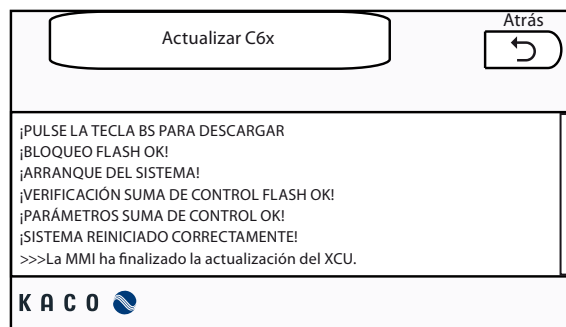

Figura 64: Pantalla de actualización de C6x (finalizada)
- » Si el archivo se transfiere correctamente, se mostrará el mensaje "La MMI ha finalizado la actualización de la XCU" (Figura 64).